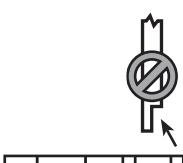

Figura 3
Paso 3: Posicione, aplome con un nivel y asegure el poste de barandal a la cara interior de la viga. Nivele de nuevo. El poste de barandal de 4x4 deberá atornillarse al interior de las vigas usando dos pernos de cabeza redonda galvanizados de 1/2"x6". Los postes para esquinas usan un tercer perno de cabeza redonda insertado a través de la viga adyacente (Figura 3).